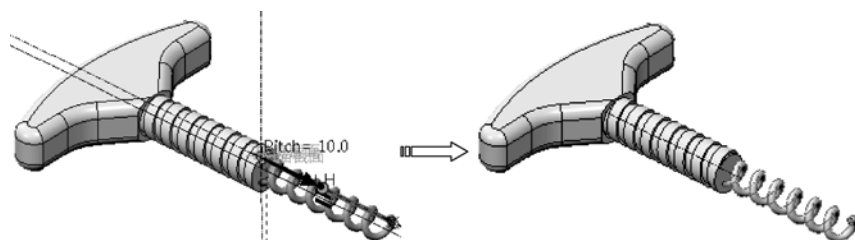

图 3-63 创建金属钩
- 退出草绘环境后，在“螺旋扫描”操控板中设置螺距为“10”，再单击“应用”按钮，完成金属钩的创建，如图 3-63 所示。